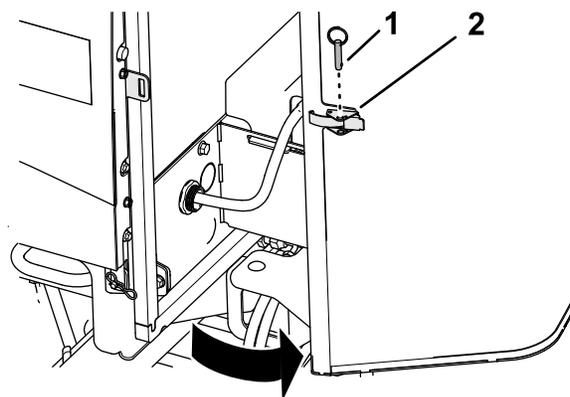

Figura 95
1. Retire el pasador de bola del cierre de la rejilla (Figura 95).